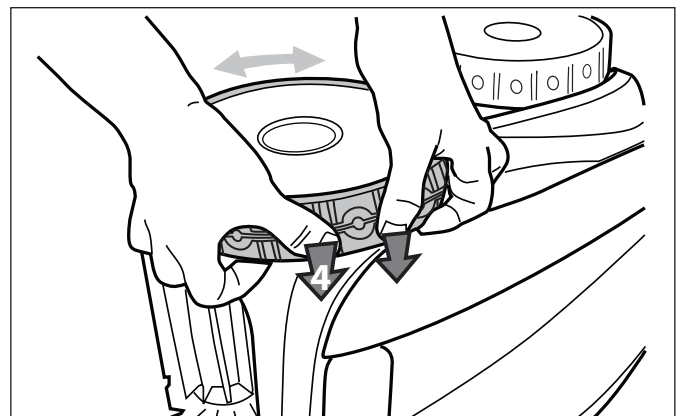

Figura 36. Empuje el neumático hasta ubicarlo en su posición
6. Presione y ubique la nervadura del interior del neumático en la ranura de la rueda (Figura 36). Si fuera necesario, gire suavemente la rueda para facilitar la instalación.